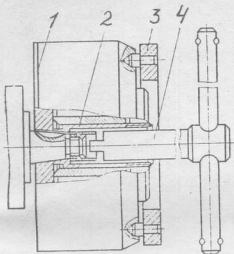

Рис. 1. Отворачивание гайки крепления муфты опережения впрыска топлива:
2. Зафиксировать от проворачивания муфту ключом 3 (рис. 1) установить в паз гайки 2 ключ 4 и отвернуть гайку 2 крепления муфты на кулачковом валу ТНВД (ключ для снятия-установки корпуса муфты, ключ для гайки крепления муфты).